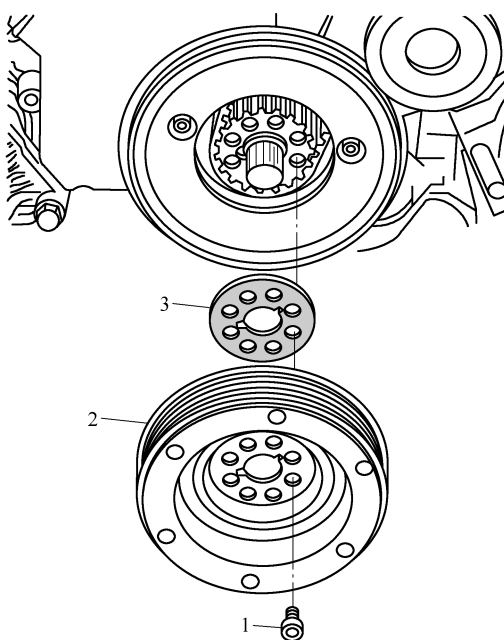

图 1-3-37 取下减振器 2 和止推垫片 3
- (4) 如图 1-3-37 所示, 旋出 8 个螺栓 1, 取下减振器 2 和止推垫片 3。止推垫片 3 仅用在正时带轮 06C 105 063 A 上。正时带轮 06C 105 063 B 上未安装止推垫片。